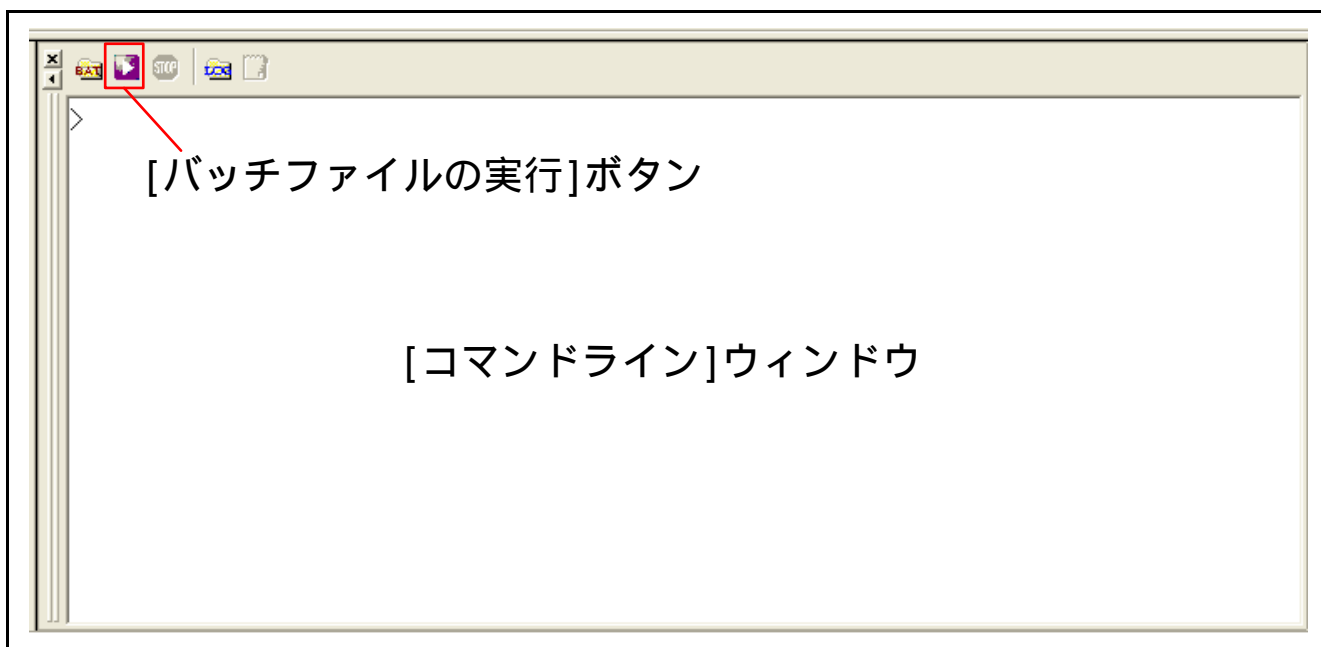

図10.3 [コマンドライン]ウィンドウと[バッチファイルの実行]ボタン
- 5. 接続確立後、High-performance Embedded Workshop の[表示]メニュー ->[コマンドライン]を選択し、図 10.3に示すように[コマンドライン]ウィンドウを表示してください。